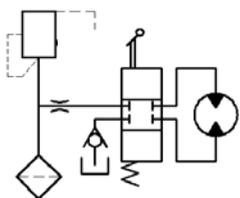
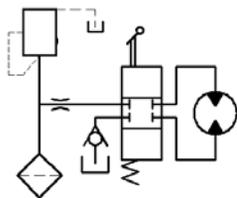
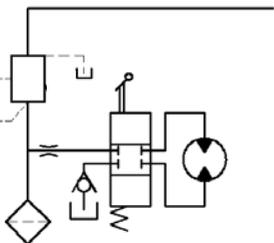

图 17.8.38 绘制直线 (九)
图 17.8.39 绘制直线 (十)
图 17.8.40 绘制直线 (十一)
(2) 绘制图 17.8.38 所示的直线。
① 切换图层。在“图层”工具栏中，选择“虚线层”图层。
② 选择下拉菜单 **绘图(D)** → **直线(L)** 命令，结合对象捕捉，以矩形左边线的中点为起点，向左移动光标，在命令行中输入数值 9，再向下移动光标，在命令行中输入数值 23，向右移动光标并捕捉矩形左边线使之正交并单击，再选取矩形下边中点为直线的端点，按 **Enter** 键结束操作。
③ 按 **Enter** 键以重复“直线”命令，选择矩形右上角点为起点绘制长度值为 24 的水平直线与长度值为 11 的垂直直线。
(3) 绘制图 17.8.39 所示的直线。
① 切换图层。在“图层”工具栏中，选择“轮廓线层”图层。
② 用 **绘图(D)** → **直线(L)** 命令，绘制长度值为 9 的水平直线，再捕捉其端点绘制两条长度值为 6 的垂直直线。
(4) 按 **Enter** 键以重复“直线”命令，绘制图 17.8.40 所示的垂直直线与水平直线，长度值分别为 29 和 149。